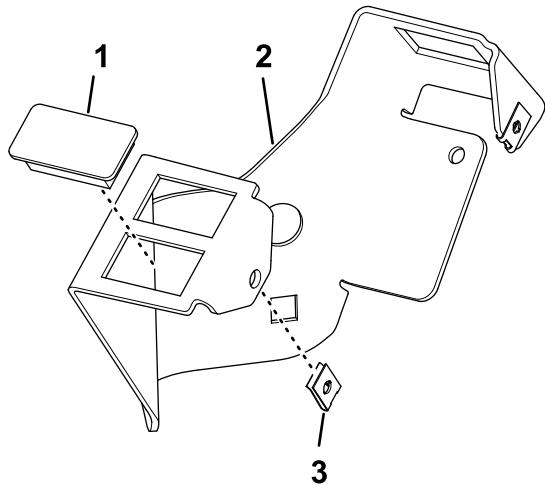

Figura 3
1. Instale el tapón rectangular en el soporte de la columna, como se muestra en la Figura 3.
2. Monte las 2 tuercas rápidas en las pestañas cortas del soporte de la columna (Figura 3).